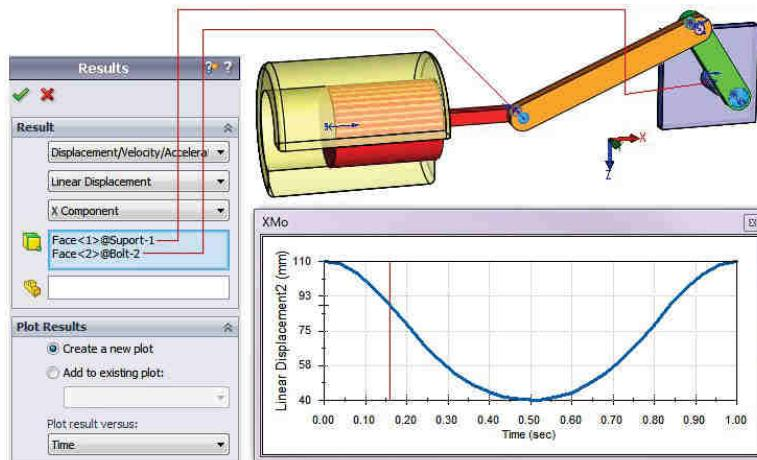

Fig. 17.40
- Click **Results and Plots** pentru a afișa variația curbei deplasării  $X_{M_0}$  funcție de timp, fig. 17.40.
- Click **Results and Plots** to view the displacement curve  $X_{M_0}$  as a function of time, fig. 17.40.
Din fig. 17.40 se observă că deplasarea lineară se încadrează între limitele maximă/minimă:  $X_{Mi}=110$  mm respectiv  $X_{Me}=40$  mm, diferența între aceste limite fiind tocmai cursa  $c=70$  mm. Pentru turația impusă de 60 rpm a motorului rotativ, 1 secundă reprezintă o rotație completă a mecanismului. Punctul de start al acestui ciclu este deplasarea maximă  $X_{Mi}=110$  mm (punctul  $M_i$  fig. 17.1), la jumătatea acestuia se atinge deplasarea minimă  $X_{Me}=40$  mm (punctul  $M_e$  fig. 17.1), după care se revine în punctul  $M_i$ .
Fig. 17.40 shows the maximal/minimal linear displacement:  $X_{Mi}=110$  mm and  $X_{Me}=40$  mm, the difference between these values is the stroke  $c=70$  mm. For the rotary motor speed of 60 RPM, 1 second corresponds to a complete mechanism rotation. The start point of this cycle is the maximal displacement  $X_{Mi}=110$  mm (point  $M_i$  fig. 17.1); at a halfway distance the minimal displacement  $X_{Me}=40$  mm is obtained (point  $M_e$  fig. 17.1); finally the mechanism returns to point  $M_i$ .